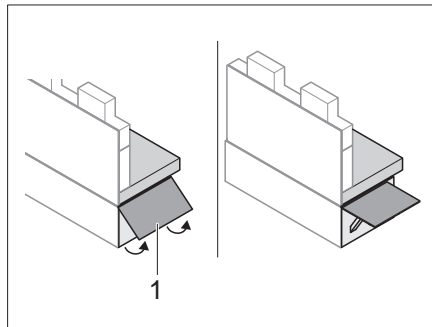

Bild 104 Sitzbankverlängerung herausklappen
- Sitzbankverlängerung (Bild 104,1) nach oben klappen.
- Entriegelungslasche einschieben und Sitzbankverlängerung (Bild 104,1) einklappen.